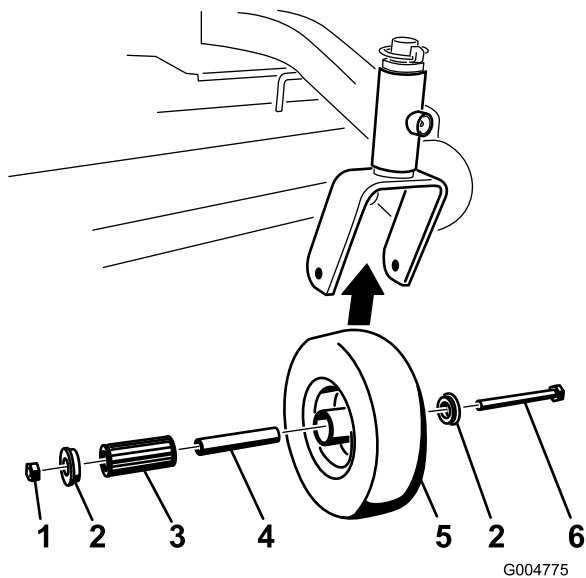

Figura 44
1. Retire la contratuerca y el perno que sujetan la rueda giratoria a la horquilla (Figura 44).
- Retire un solo casquillo y tire del casquillo intermedio y del cojinete de rodillos para sacarlos del cubo de la rueda (Figura 44).
- Retire el otro casquillo del cubo de la rueda y limpie la grasa y la suciedad del cubo de la rueda (Figura 44).
- Inspeccione el cojinete de rodillos, los casquillos, el casquillo intermedio y el interior del cubo de la rueda para comprobar que no están desgastados. Cambie las piezas defectuosas o desgastadas (Figura 44).
- Para montar el conjunto, coloque un casquillo en el cubo de la rueda. Engrase el cojinete de rodillos y el casquillo intermedio y deslícelos en el cubo de la rueda. Coloque el segundo casquillo en el cubo de la rueda (Figura 44).
- Instale la rueda giratoria en la horquilla y fíjela con el perno y la contratuerca. Apriete la contratuerca hasta que el casquillo intermedio se apoye contra el interior de las horquillas de las ruedas giratorias (Figura 44).